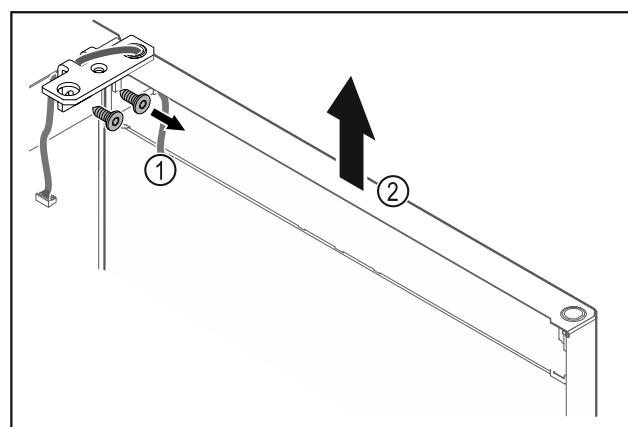

Fig. 21
- Odskrutkujte uholník závesu Fig. 21 (1).
- Zdvihnute dvere vrátane uholníka závesu Fig. 21 (2) cca 200 mm nahor a odoberte ich.